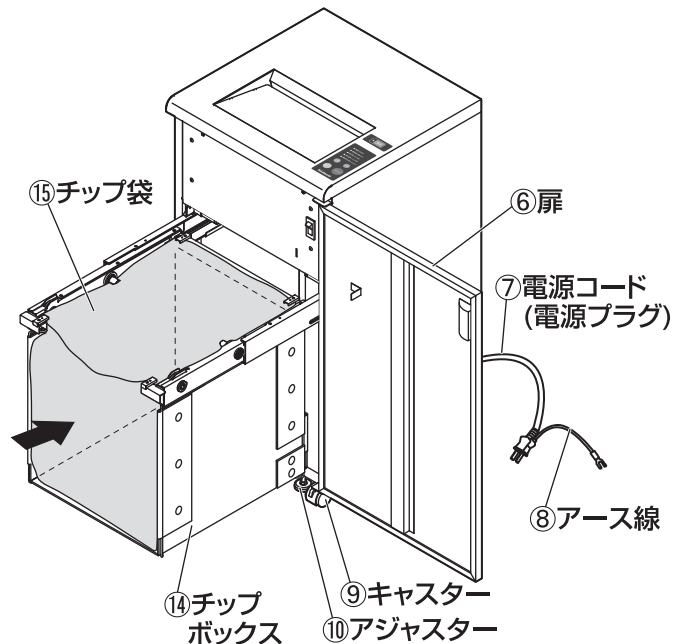

図9 チップボックスのセット
- チップ袋⑮は、チップボックス⑭の内側に密着するようにセットしてください。密着が不十分な場合、満杯センサーの誤動作や細断紙片が飛散する原因になります。 図9 参照
- 推奨サイズ以外のチップ袋⑮を使用した場合は、巻き取り時に細断紙片がこぼれる可能性があります。
5.チップボックス⑭を奥に当たるまで押し入れてください。
6.扉⑥を閉めてください。